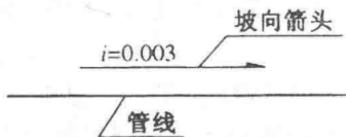

图 1-6 坡度及坡向表示
(6) 坡度、坡向的表示 管道的坡度及坡向表示管道倾斜的程度和高低方向,坡度用字母“*i*”表示,在其后加上等号并注写坡度值;坡向用单面箭头表示,箭头指向低的一端。常用的表示方法如图 1-6 所示。